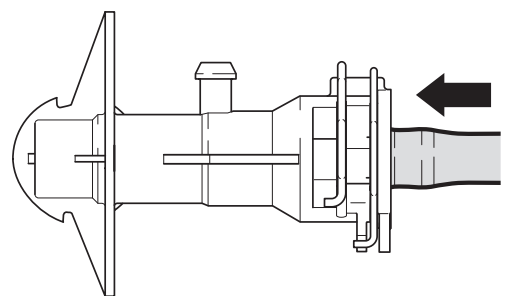

Рисунок 7: С вставленным соединителем и закрытыми зажимами отверстие для удаления воздуха закрыто
8. Вставьте магистраль до упора (Рис. 7)